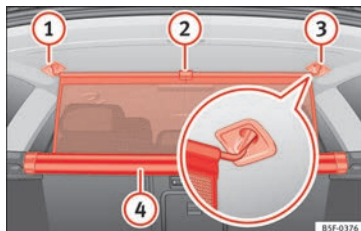

Fig. 171 Nel bagagliaio: agganciare la rete divisoria.
- Tirare verso l'alto la linguetta » **fig. 171** **2** per estrarre la rete dalla scatola **4**